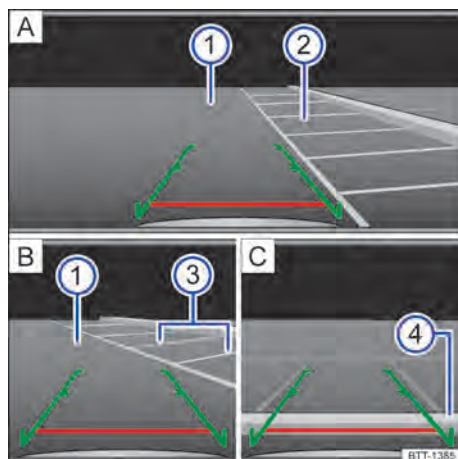

Fig. 106 Exibição do display do sistema de rádio: estacionar com a câmera de marcha a ré.
Legenda para Fig. 106:
- Posicionar o veículo na frente da vaga de estacionamento → Fig. 106 ② **A**.
- Conduzir para trás lentamente e manobrar de modo que as guias verdes laterais conduzam entre as linhas de delimitação da vaga de estacionamento delimitada ② **A**. ▶
- Alinhar o veículo na vaga de estacionamento selecionada de modo que as guias verdes laterais fiquem em cima das linhas de limitação lateral ③ [B].
- Parar o veículo, quando a linha vermelha atingir a limitação traseira ④ [C].